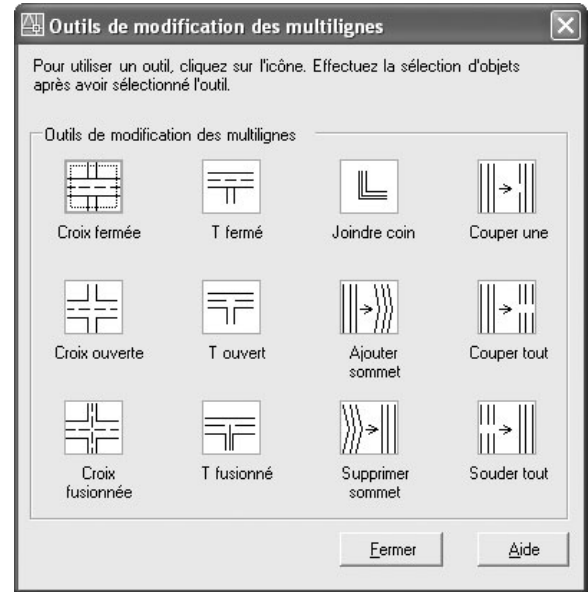

Fig.4.24
- [2] Dans la boîte de dialogue **Outils d'édition des multilignes** (Multiline Edit Tools), sélectionner l'option souhaitée (fig 4.24) :